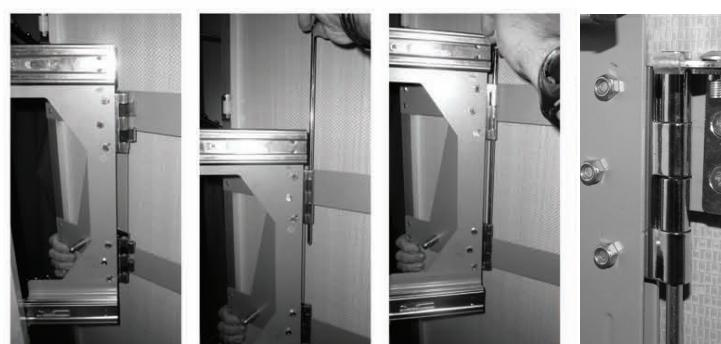

Figura 3
**Paso 6:** Levante el espejo (los rodillos más largos hacia afuera del armario) y alinee las bisagras en el marco del riel ensamblado con las bisagras que se encuentran en el espejo. Inserte el perno y el tope de la bisagra ensamblada a través de la parte superior de la bisagra y dentro de la parte inferior de la bisagra (ver figura 3). Sujete el tope de la bisagra (parte en forma de L) hacia el marco del espejo con dos tornillos de cabeza plana del #8 x 1/2", dentro de los orificios pre taladrados.